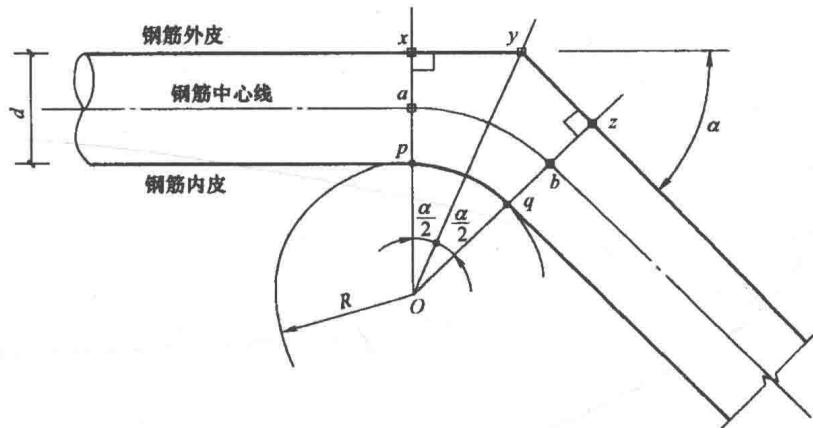

图 1-6 小于或等于 90° 钢筋弯曲外皮差值计算示意图
如图 1-6 所示，钢筋的直径大小为 d ；钢筋弯曲的加工半径为 R 。钢筋加工弯曲后，钢筋内皮 pq 间弧线，就是以 R 为半径的弧线，设钢筋弯折的角度为 α 。
(1) 根据图 1-6 原理求证, 当 $R=2.5d$ 时, 30° 钢筋的外皮差值系数:
(2) 根据图 1-6 原理求证, 当 $R=2.5d$ 时, 45° 钢筋的外皮差值系数:
(3) 根据图 1-6 原理求证, 当 $R=2.5d$ 时, 60° 钢筋的外皮差值系数:
(4) 根据图 1-6 原理求证, 当 $R=2.5d$ 时, 90° 钢筋的外皮差值系数:
(5) 根据图 1-6 原理求证, 当 $R=2.5d$ 时, 135° 钢筋的外皮差值系数, 在此可以把 135° 看做是 $90^\circ+45^\circ$ 。
(6) 根据图 1-6 原理求证, 当 $R=2.5d$ 时, 180° 钢筋的外皮差值系数, 在此可以把 180° 看做是 $90^\circ+90^\circ$ 。
135° 钢筋的弯曲差值, 要绘出其外皮线, 如图 1-7 所示。外皮线的总长度为 $wx + xy + yz$, 下料长度为 $wx + xy + yz - 135^\circ$ 的差值。按如图 1-6 所示推导算式: